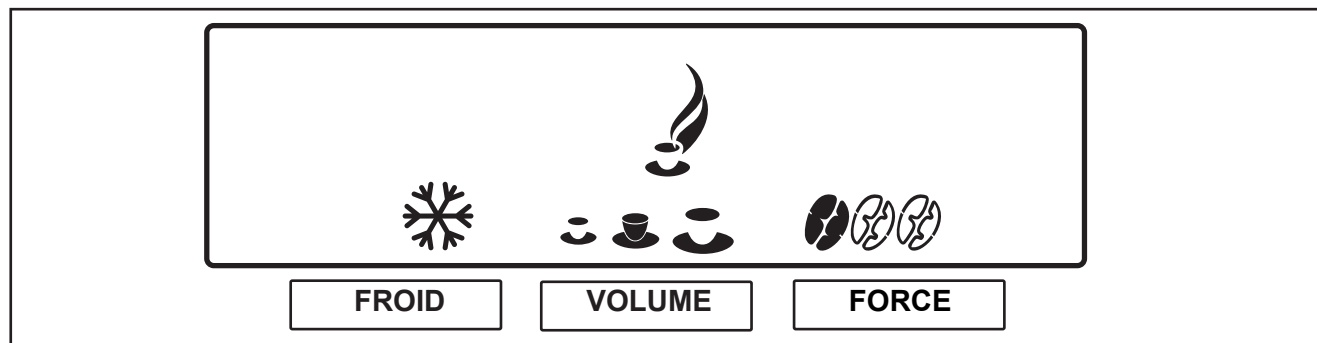

Fig. 15
Votre distributeur est équipé de possibilités de présélection. Il se pourrait que le technicien du service après-vente ait activé une de ces possibilités de présélection lors de l'installation. L'actionnement des touches de présélection lance l'affichage des possibilités de présélection ci-après (fig. 15) :
2. Appuyez sur la touche de présélection « **FROID** » pour activer ce choix. Le pictogramme pour « **FROID** » s'affiche (fig. 15).
2. Appuyez sur la touche de présélection « **VOLUME** » pour activer ce choix. L'affichage affiche trois tasses (petite - moyenne - grande) (fig. 15).